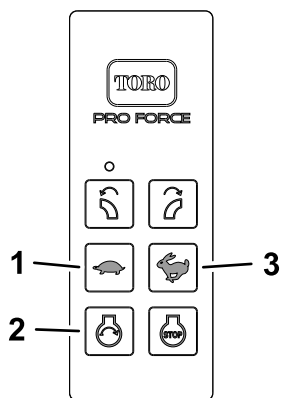

Figura 19
1. Apăsai și menineți butonul PORNIRE MOTOR (Figura 19) de la telecomanda portabilă până când motorul pornete.
3. Reglați turaia motorului folosind telecomanda portabilă apăsând pe butonul MĂRIRE TURAIE MOTOR sau pe butonul REDUCERE TURAIE MOTOR (Figura 19).